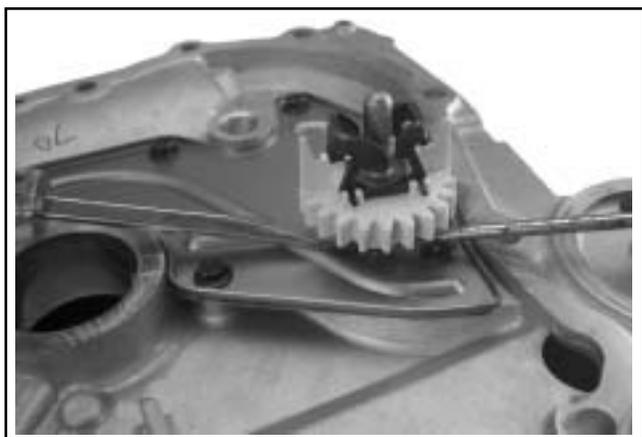

Figura 8-37. Rimozione dell'ingranaggio del regolatore.
1. Rimuovere l'ingranaggio del regolatore ed il gruppo perno di regolazione. Fare leva delicatamente verso l'alto con due cacciaviti piccoli. Vedere Figura 8-37.